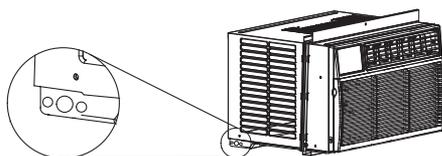

Figure 12B
b. Retirez le joint de drainage de la plaque de base du corps (Figure 12B).